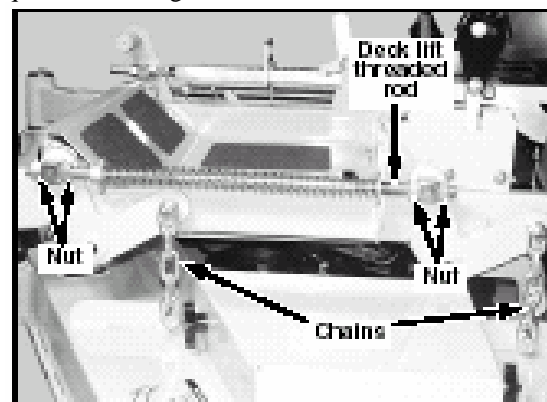

Figure 5-19
6. Desserrez tous les écrous des tringles de relevage filetées du plateau ainsi que la visserie du régleur (sur la partie avant droite), jusqu'à ce que **toutes les chaînes de relevage du plateau soient lâches et que le plateau repose fermement sur les quatre blocs**. Fig. 5-19, 5-20, 5-21
24. Assurez-vous que la chaîne ne soit pas complètement tendue. Sinon, desserrez les deux écrous situés sur le bloc maintenant la tige filetée jusqu'à ce que la chaîne de relevage du plateau soit un peu détendue. Fig. 5-19